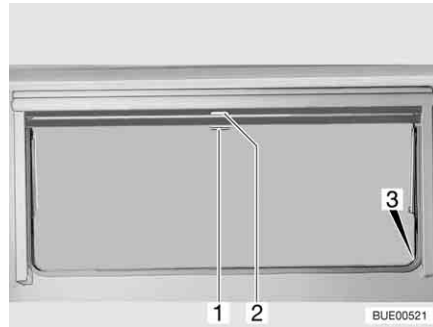

Fig. 78 Finestra apribile
- Tirare verso il basso l'oscurante a rullo accompagnandolo con la maniglia (Fig. 78,2). Quando si chiude completamente l'oscurante a rullo esso va agganciato da entrambi i lati al telaio della finestra nell'apposito elemento di fissaggio (Fig. 78,3).
- Quando l'oscurante a rullo è completamente chiuso: Spingere la maniglia (Fig. 78,2) verso il basso tirandola leggermente verso l'interno. Sganciare l'oscurante a rullo dagli elementi di fissaggio a destra e a sinistra del telaio della finestra.
- Quando l'oscurante a rullo si trova in posizione intermedia: Tirare la maniglia (Fig. 78,2) leggermente verso il basso finché l'elemento di fissaggio non si è sganciato.
- Tirare la maniglia (Fig. 78,1) della zanzariera a rullo verso il basso e agganciarla all'elemento di fissaggio (Fig. 78,3) su entrambi i lati del telaio della finestra.
- Spingere la maniglia (Fig. 78,1) verso il basso tirandola leggermente verso l'interno. Sganciare la zanzariera a rullo dagli elementi di fissaggio a destra e a sinistra del telaio della finestra.